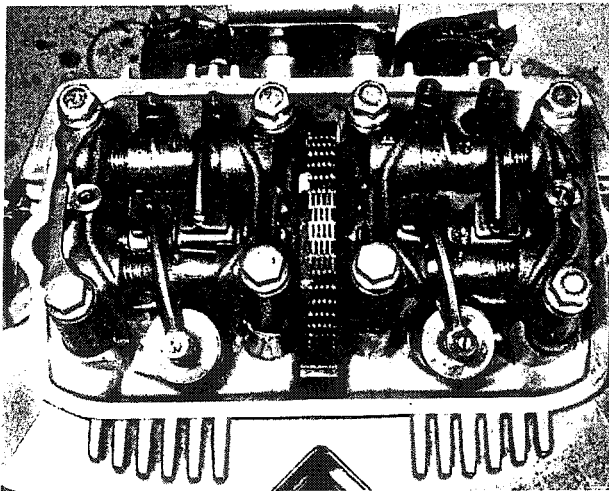

Bild 157
- Die Nockenwellenlager gründlich schmieren und die Taschen unter den Nocken mit Öl füllen. Ebenso die Ventilschäfte und Ventilsfedern schmieren. Den Sitz der Passbüchsen in den vier äusseren Schraubenlöchern prüfen und die zusammengebauten Kipphebellager am Zylinderkopf anbauen (Bild 157). Die langen Schrauben durch die Lagerböcke einführen und in das Kurbelgehäuse einschrauben. Die vier mittleren Schrauben sind mit einer Kupferscheibe versehen. Die mit den beiden äussersten Schrauben